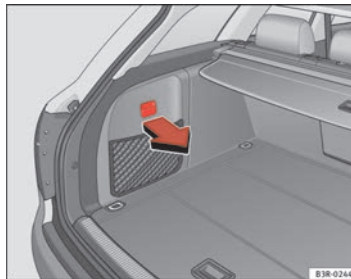

Abb. 126 Gepäckraum: Seitenverkleidung mit geschlossenem Ablagefach
- Zum Öffnen ziehen Sie den Griff nach vorn ⇒ Abb. 126. ▶